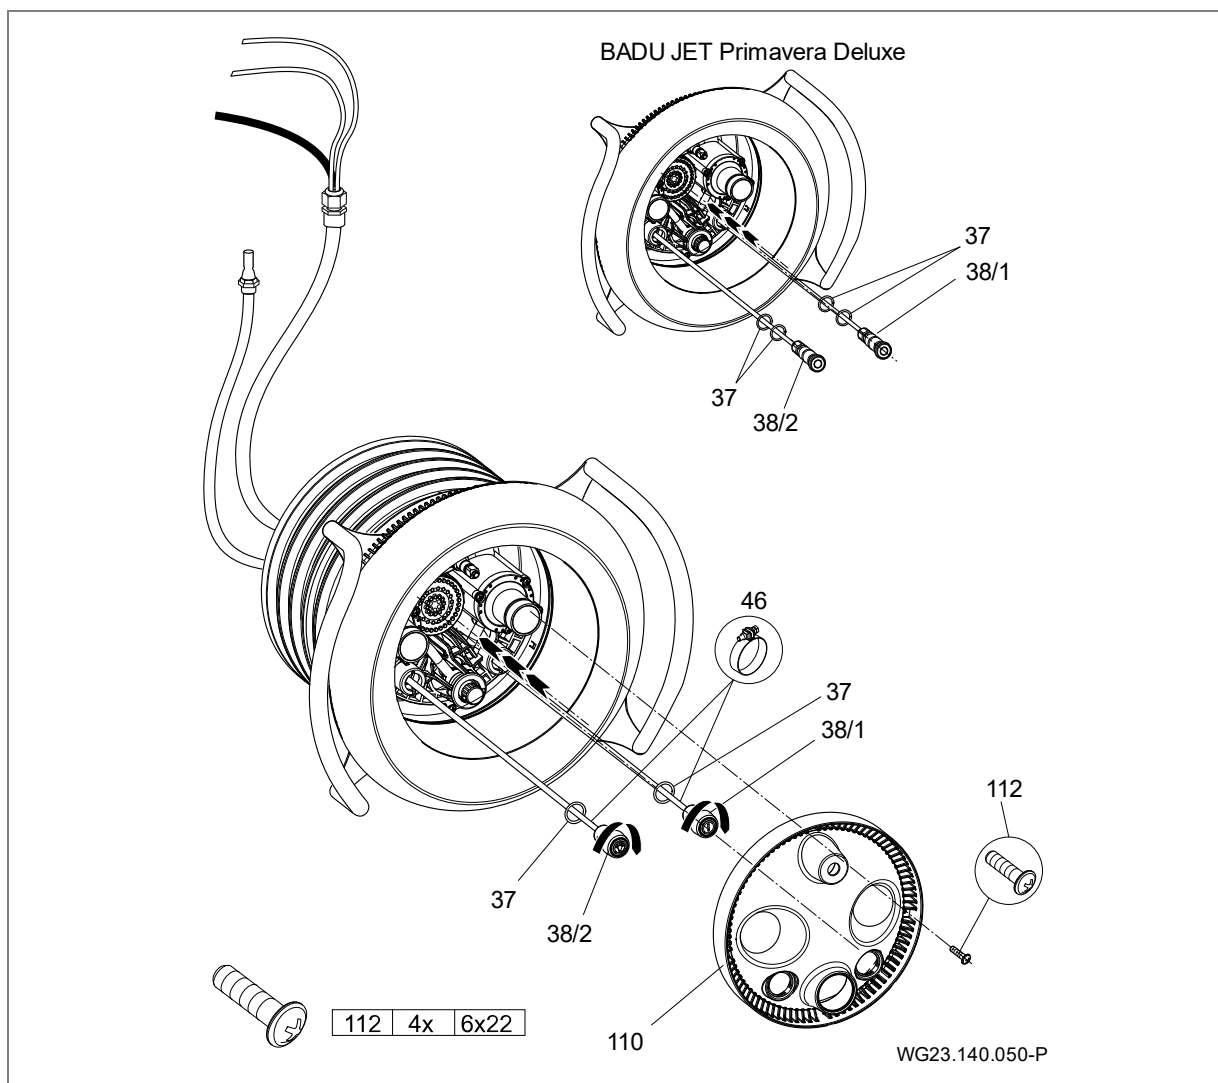

Fig. 20
8. Primavera : Glisser respectivement un joint torique (37) sur les boutons-poussoirs pneumatiques (38/1 ; 38/2). Fixer les tuyaux pneumatiques aux boutons-poussoirs correspondants à l'aide de pinces pour flexibles (46). Insérer les deux boutons-poussoirs pneumatiques dans le boîtier de buses et verrouiller en tournant en sens horaire. (Fig. 20)
10. Aligner l'enjoliveur en acier inoxydable (93.1) sur les plots de centrage en surplomb sur les évidements disponibles dans le carter d'aspiration (93). Tenir compte du marquage "OBEN" (HAUT) sur l'enjoliveur en acier inoxydable. Pour le blocage de l'enjoliveur, replier les deux languettes latérales latéralement vers l'arrière avec un tournevis. (Fig. 20)